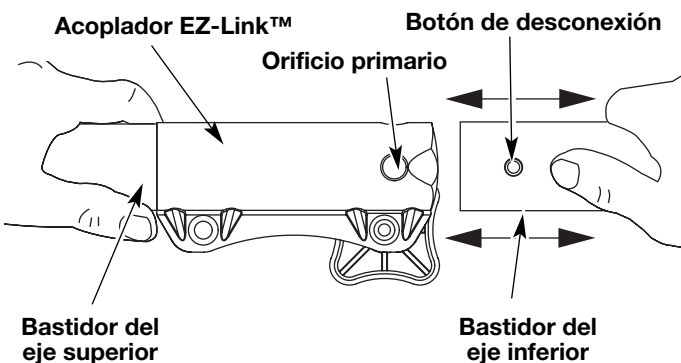

Fig. 12
3. Mientras sostiene el bastidor del eje superior con firmeza, tire del accesorio de corte o accesorio en línea recta fuera del acoplador EZ-Link™ (Fig. 12).
2. Mientras sostiene el accesorio con firmeza, empújelo en línea recta en el acoplador EZ-Link™ (Fig. 12).
**ADVERTENCIA:** Trabe el botón de desconexión en el orificio primario (Fig. 12) y ajuste bien la perilla antes de operar esta unidad.